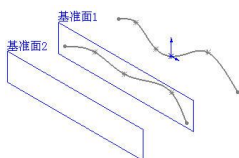

图 7-108 生成基准面 2
(5) 重复第 (2) 步的操作，在基准面 1 左侧 50mm 处生成基准面 2，如图 7-108 所示。